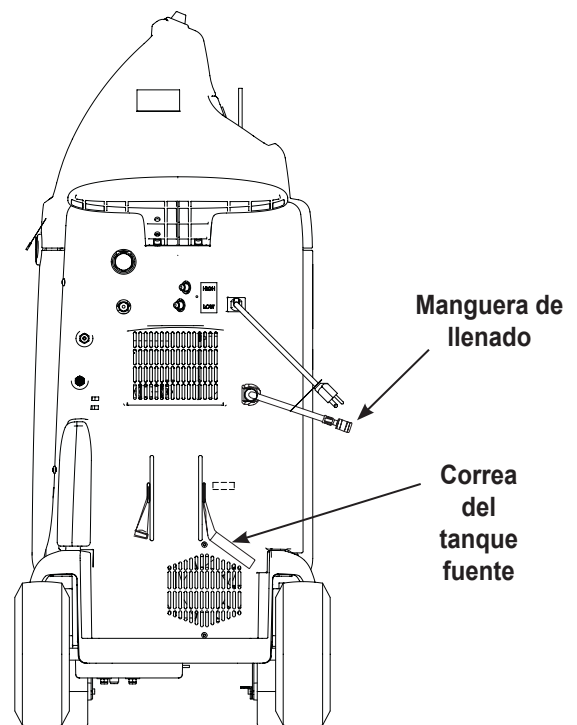

Figura 10
2. Conecte la manguera de llenado al conector de líquido de un tanque fuente lleno y abra la válvula del tanque fuente. Consulte la Figura 10.